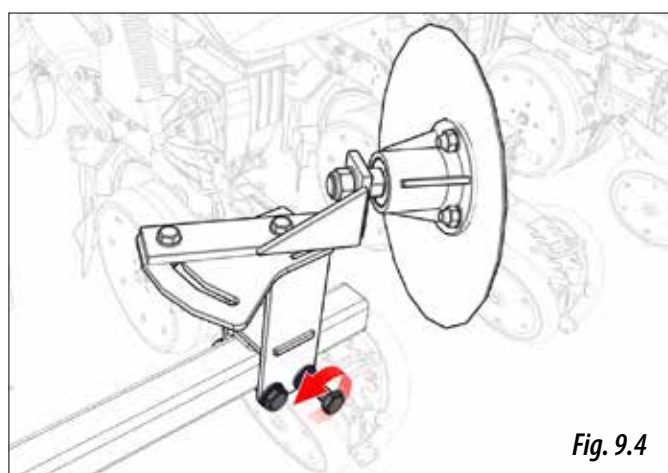
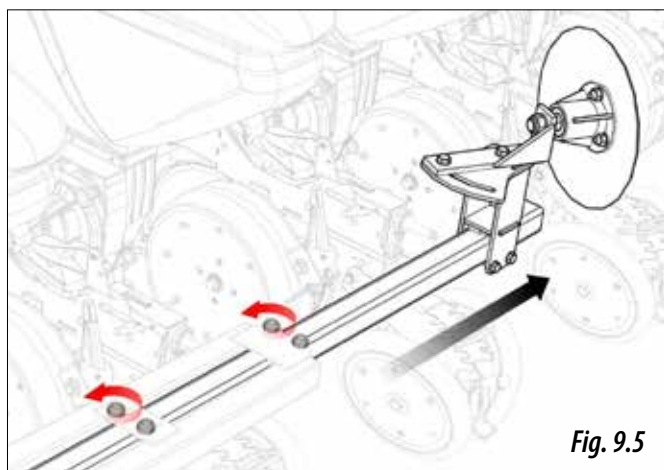

Fig. 9.4
Fig. 9.5
- 2- Pentru a poziționa discul de urmă la distanța B calculată mai sus, acționați asupra șuruburilor de fixare a discului (Fig. 9.4), în caz că acest lucru nu este suficient, acționați asupra șuruburilor furtunului extensibil (Fig. 9.5).